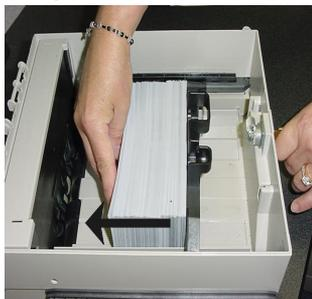

Figura 4-12. Cómo cargar los billetes.
4. En los cartuchos que no utilizan un mecanismo de cierre de placa de empuje, libere la placa de empuje para sujetar los billetes. Si el cartucho utiliza un mecanismo de cierre con placa de empuje, gire la llave para liberar el pestillo permitiendo que la placa de empuje comprima los billetes. (Figura 4-12)